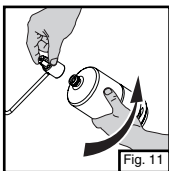

Fig. 11
- Quite la tapa de plástico de la parte de arriba de la botella de propano y enrosque la botella de propano en el regulador apretándola a mano. (Fig. 11)